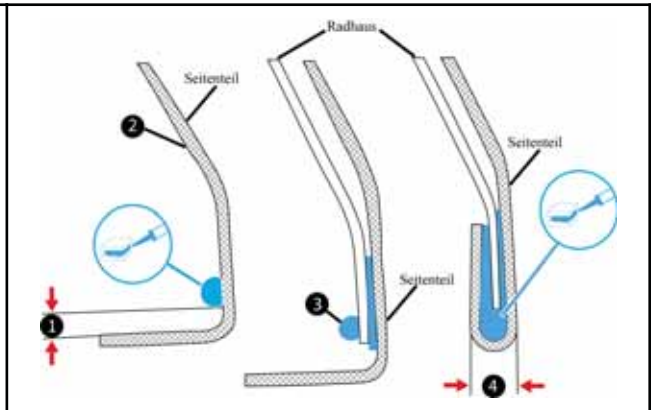

Bild 9: Bördelkante Radlauf
- Tragen Sie 2K-Klebstoff (K5) auf die Innenseite des Neuteils, in einem Abstand von ca. **5 mm** auf (Bild 9 | Pos. 1).
- Tragen Sie zusätzlich 2K-Klebstoff (K5) in einem Abstand von **5 mm** auf die Innenkante des Radhauses auf (Bild 9 | Pos. 3).